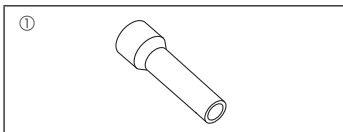

Fig. 1-1
1.6. Accessori dell'unità esterna (Fig. 1-1) (ZRP200/250, P200/250)